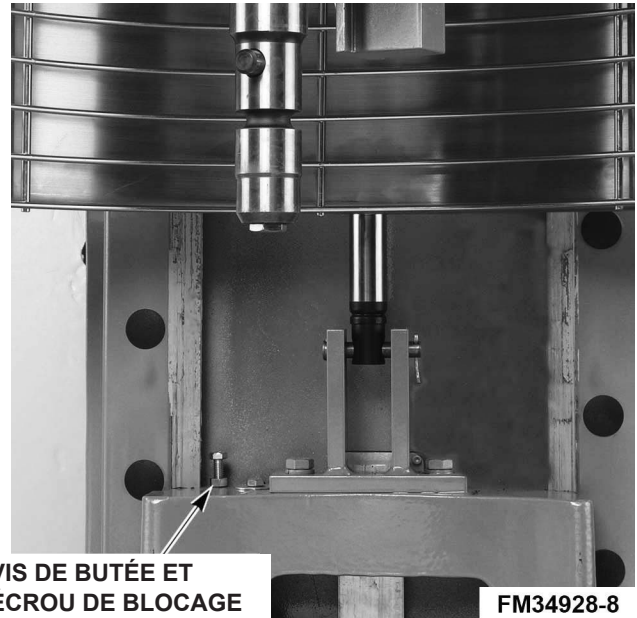

Fig. 13
- Desserrer l'écrou de blocage situé au fond (Fig. 13) et tournez la vis de butée dans le sens antihoraire pour augmenter l'écartement ou dans le sens horaire pour le réduire.